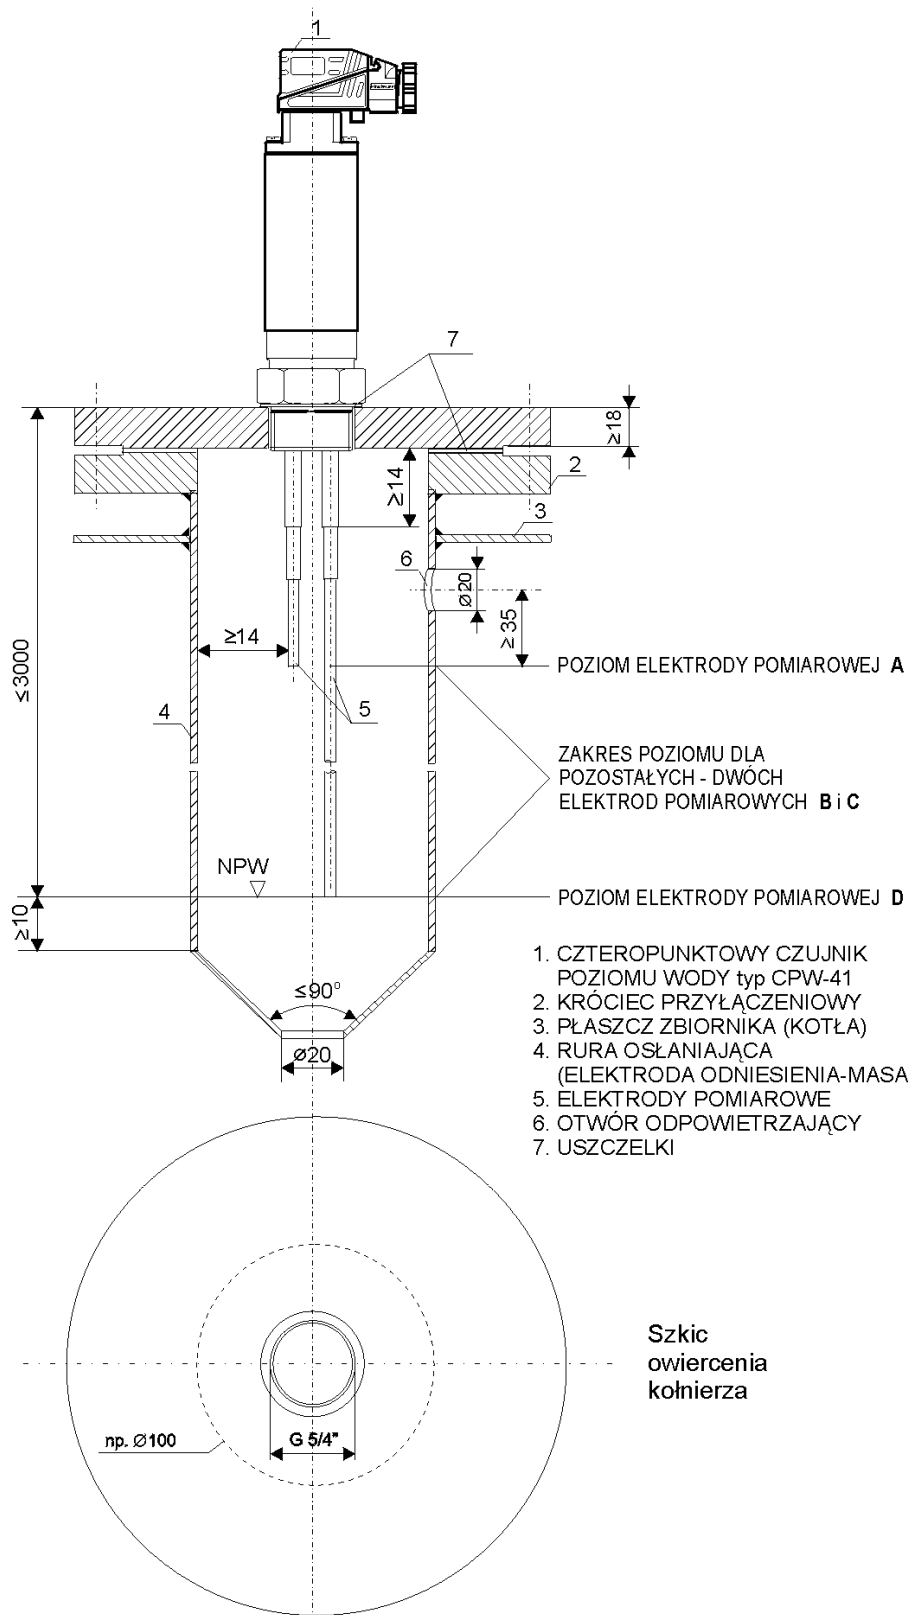

Rys.5. Widok oraz listwa przyłączeniowa regulatora poziomu typ MPW1-20 (w obudowie IP20) do zabudowy na szynie TS35.
5.5. Regulator w wersji MPW1-20 należy zamontować na szynie profilowanej TS35 w szafie sterowniczej o stopniu ochrony nie mniejszym niż IP54. Widok oraz układ połączeń przedstawiony jest na rys.5. Wszystkie elementy zewnętrzne dołączane są do układów poprzez rozłączne złącza, których zaletą jest szybki montaż i/lub wymiana modułów.